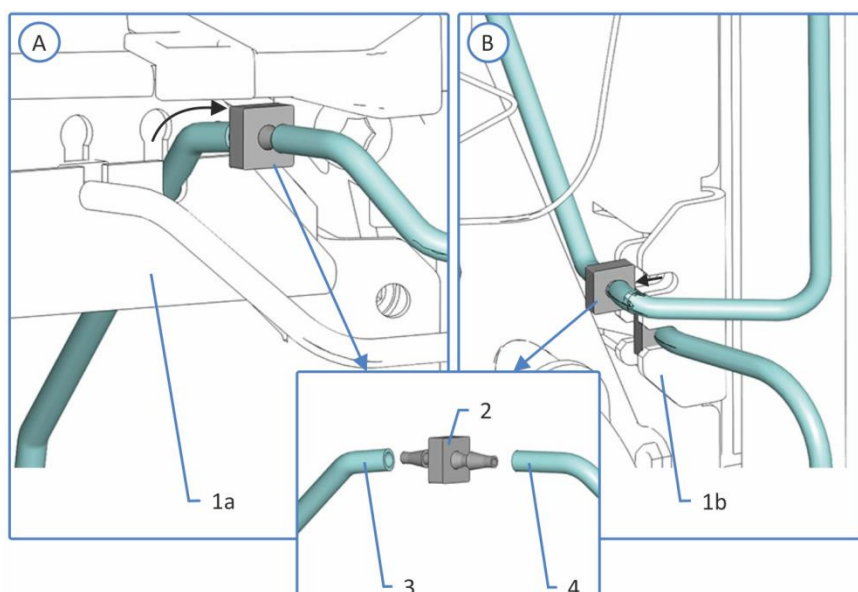

图50：密封清洗罐管路连接
- 2) 将带管道连接器的密封清洗管线从密封清洗入口拉出(见 图 50)。断开密封清洗液罐管线、管道连接器和密封清洗入口管线。计量装置头上的密封清洗管路可以保持连接。
- 4) 将带新管道连接器的密封清洗管线连接到密封清洗入口管路。将管道连接器与管路一起推入密封清洗入口(见 图 50)。